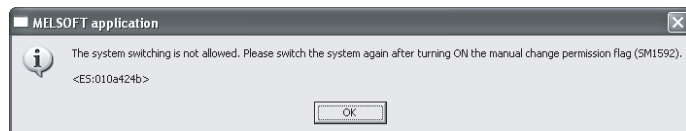

图 5.27 GX Developer 显示的错误对话框
1. 由 GX Developer 进行了系统切换后，如果 SM1592 没有 ON，将显示图 5.27 所示的错误对话框。
- 图 5.27 的错误对话框显示后，请在 SM1592 ON 之后再重新用 GX Developer 进行系统切换。